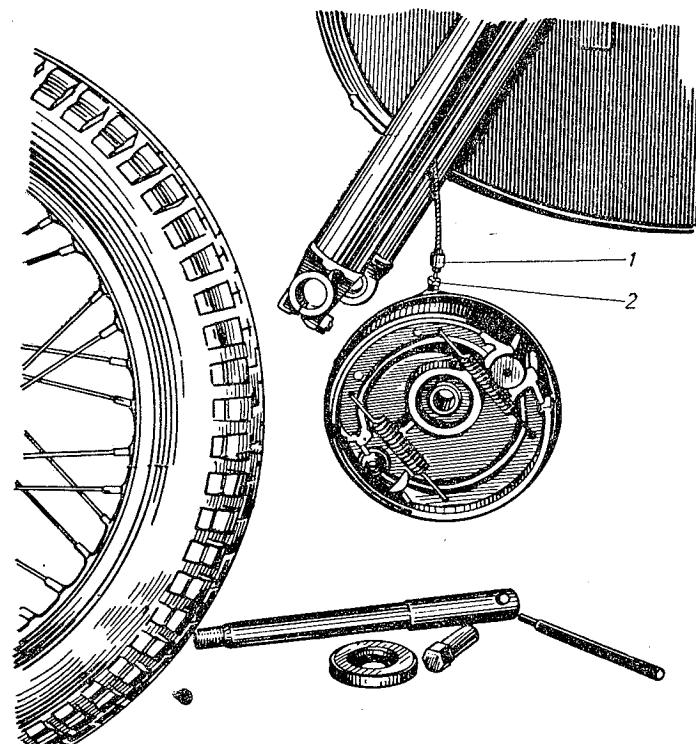

Рис. 26. Снятие переднего колеса
- ослабить контргайку 2 (рис. 26);